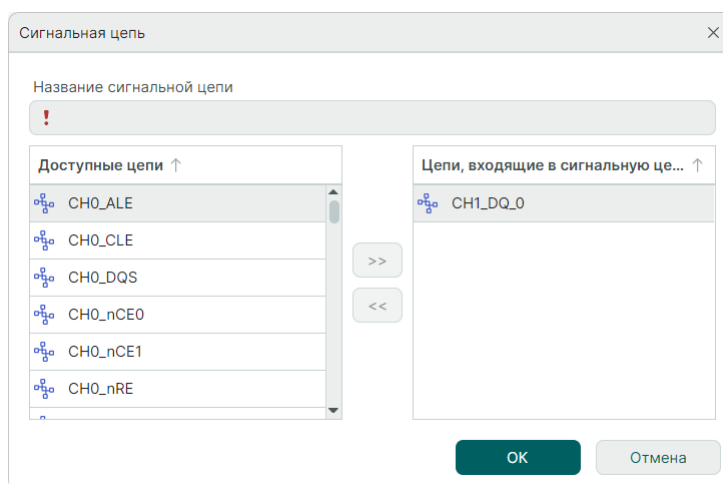

Рис. 142 Окно «Сигнальная цепь»
3. В окне «Сигнальная цепь» в списке «Цепи, входящие в сигнальную цепь» отображается предопределенная цепь, см. Рис. 142.